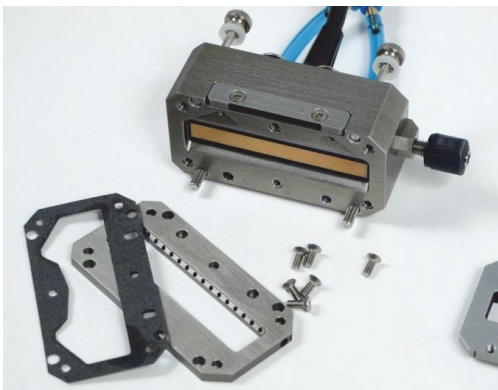

图 3-11 拆下的内侧板和衬垫
4. 小心的拆下内侧板，然后取出内侧衬垫，注意不要撕坏衬垫（参见第47页的图3-11）。